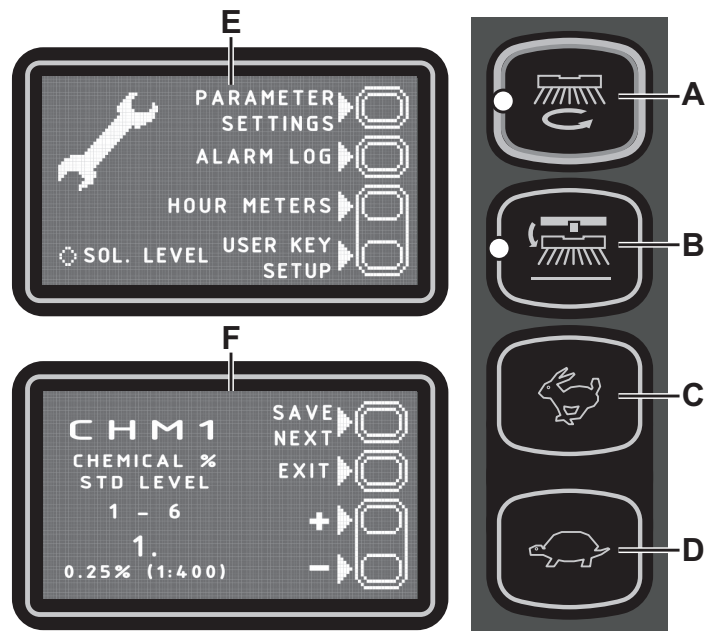

Abbildung 8
### Hauptbildschirm (E, Abb. 8)
### Bildschirm Geräteeinstellungen (F, Abb. 8)
Um zum Hauptbildschirm (E, Abb. 8) zurückzukehren, mehrmals die Taste (A) drücken.
Um zum Hauptbildschirm (E, Abb. 8) zurückzukehren, die Taste (A) drücken.